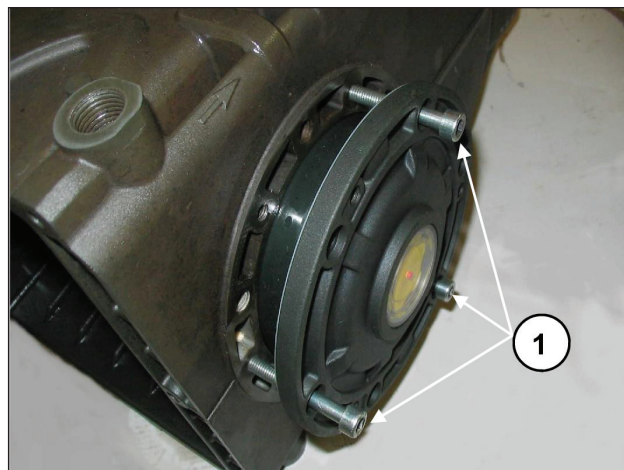

Fig. 8
Pour faciliter l'emboîtement du premier tronçon et la mise en place correspondante des couvercles sur le carter, il est conseillé d'utiliser 3 vis M6 x 40 partiellement filetées, (Fig. 8, rep. ①) et de compléter l'opération avec les vis fournies (M6x16).